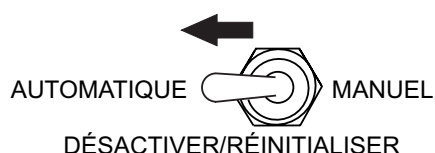

Figure 39. Commutateur Convertisseur MPEC
2. Placez le **Commutateur Convertisseur MPEC** (Figure 39) en position **AUTOMATIQUE**.